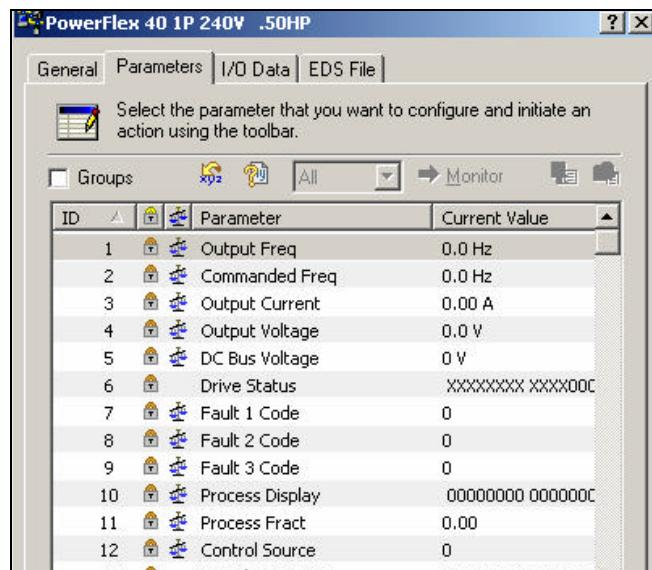

图 3-39 PowerFlex 40 参数选项卡
20. 单击 Parameters (参数) 选项卡，如图 3-39：